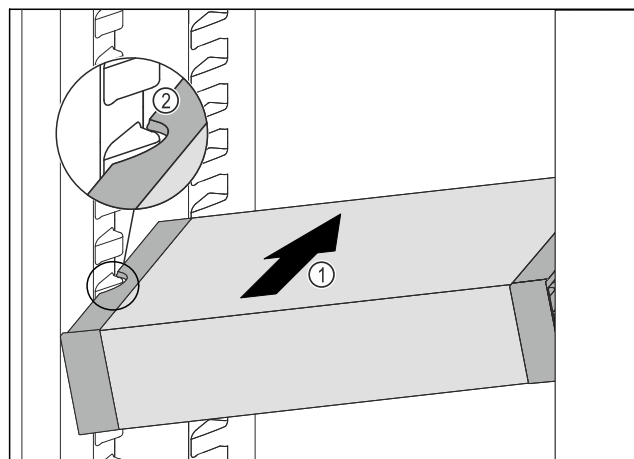

Fig. 106
- Insérer le VarioSafe en biais dans la partie réfrigérateur Fig. 106 (1) jusqu'à ce que les encoches latérales Fig. 106 (2) du VarioSafe se trouvent à la hauteur de la nervure du bac dans la partie réfrigérateur.